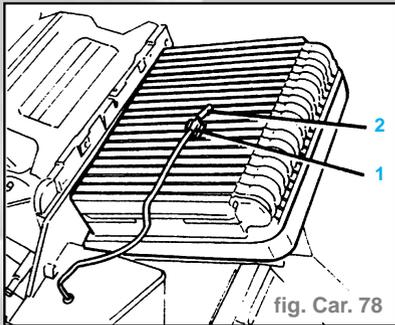

fig. Car. 78
- Effectuer dans l'ordre inverse les opérations décrites et illustrées pour le démontage et la dépose en se rappelant les remarques suivantes (fig. Car. 78, 79, 80 et 81) :
- l'élément sensible (2) de la sonde antigivre doit être disposé au centre de la surface à ailettes du groupe évaporateur et dont l'agrafe correspondante (1) doit être insérée sur ce dernier dans une position appropriée afin d'obtenir cette condition.